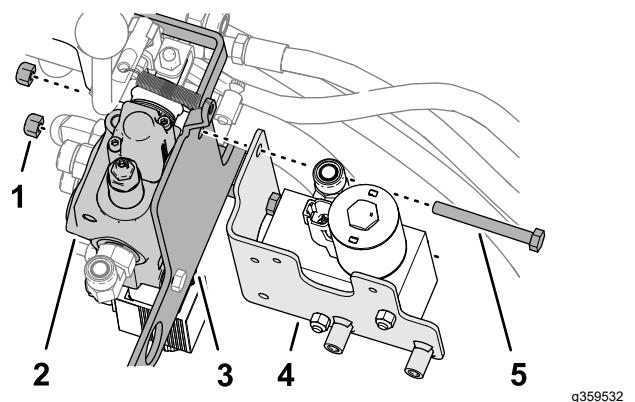

Figure 17
1. Retirez les 2 boulons arrière (5/16" x 2 $\frac{3}{4}$ ") et 2 contre-écrous (5/16") qui fixent le distributeur auxiliaire au support, comme montré à la Figure 17.